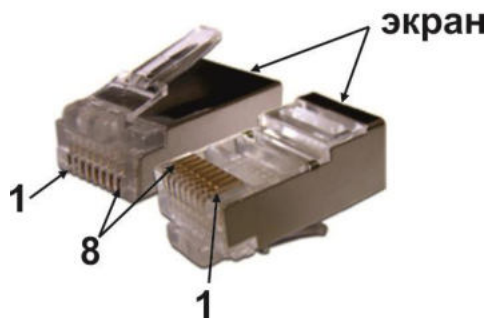
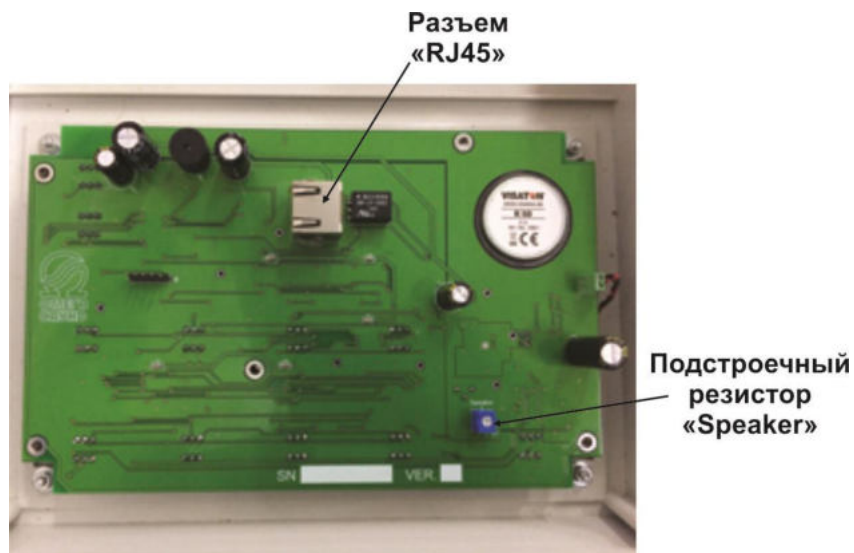

Рис. 2.1
Рис. 2.3
- Приготовьте заранее схему подключения к изделию всех необходимых внешних электропроводок (см. рис.2.1 и Рис.2.2) и определите место установки изделия.
#### 8.1.1 Распиновка кабельной вилки RJ45 (8P8C) показана на Рис. 2.1
8.1.3. Плата ПД AN-CO8 с разъемом «RJ45» показана на Рис. 2.3
- 6) Введите кабель подключения к блоку коммутации AN-X8 (AN-X8MGN) через кабельный ввод и установите экранированную вилку RJ45, входящую в комплект поставки согласно Рис.2.1 и Рис.2.2. Подключите кабель к разъему RJ45 (Рис.2.3). При установке соблюдайте осторожность, чтобы не повредить компоненты печатной платы. Не оказывайте чрезмерных механических воздействий на печатную плату или ее компоненты, включая разъемы и контакты. При установке примите меры к тому, чтобы пыль и мусор не попадали внутрь корпуса. Загрязнения могут вызывать сбои (неисправность) изделия и сокращают срок его службы.
- 8) Убедитесь в том, что изделие работает в штатном режиме. При необходимости, отрегулируйте громкость громкоговорителя с помощью подстроечного резистора «Speaker» (см. Рис.2.3). Чрезмерное увеличение громкости может вызвать эффект перегрузки аудио тракта.
- 11) Введите кабель подключения к блоку коммутации AN-X8 (AN-X8MGN) через кабельный ввод и установите, входящую в комплект поставки экранированную вилку RJ45, согласно Рис.2.1 и Рис.2.2. Подключите кабель к разъему RJ45 (Рис.2.3). При установке соблюдайте осторожность, чтобы не повредить компоненты печатной платы. Не оказывайте чрезмерных механических воздействий на печатную плату или ее компоненты, включая разъемы и контакты. При установке примите меры к тому, чтобы пыль и мусор не попадали внутрь корпуса. Загрязнения могут вызывать сбои (неисправность) изделия и сокращают срок его службы.
- 13) Убедитесь в том, что изделие работает в штатном режиме. При необходимости, отрегулируйте громкость громкоговорителя с помощью подстроечного резистора «Speaker» (см. Рис.2.3).